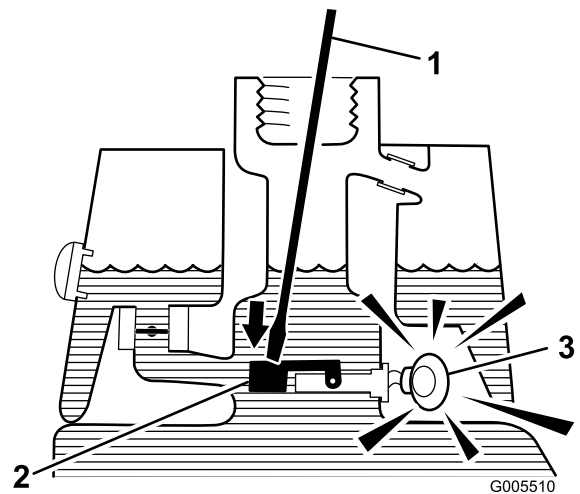

Bild 26
3. Stecken Sie eine saubere Stange oder einen Schraubenzieher in den Tankeinfüllstutzen und drücken Sie den Schwimmerschalter leicht nach unten (**Bild 26**). Der Alarm sollte nach einer Sekunde ertönen.